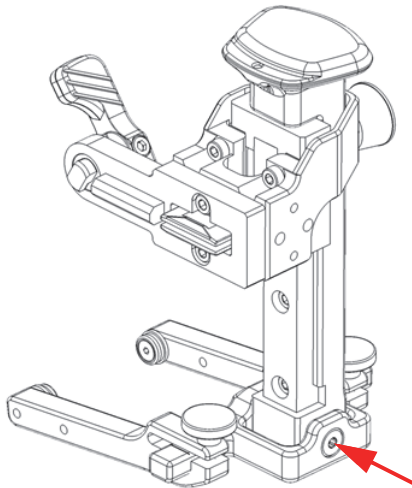

图 2-25 将螺钉放回到螺钉孔中
7. 重新将螺钉安装到枢的旋转梁中（参见第53页的图 2-25）。